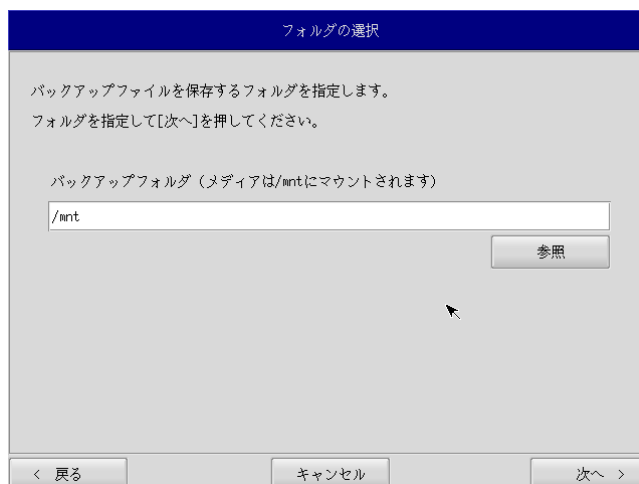

図 6-3-3. フォルダ選択画面
- ⑦ フォルダ選択画面（図 6-3-3）が表示されます。[参照]ボタンを押します。
- ⑨ フォルダ選択画面（図 6-3-3）で指定したバックアップフォルダが入力されていることを確認します。[次へ] ボタンを押します。